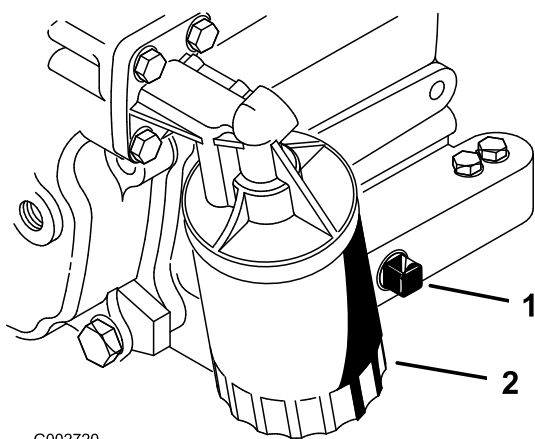

Рисунок 27
2. Снимите сливную пробку (Рисунок 27) и дайте маслу вытечь в сливной поддон. Когда масло стечет, поставьте сливную пробку на место.
3. Снимите масляный фильтр (Рисунок 27).